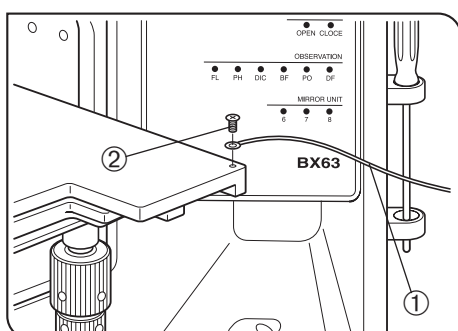

Рис. 31
(Рис. 31)
- Подготовьте провод заземления ① и винт M4 ② и выполните заземление, как показано на рис. 31.